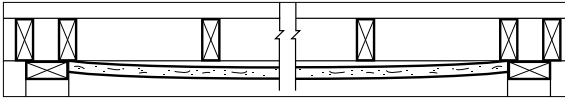

Fig. 14
**Causa:** El ajustar con demasiada presión un panel muy grande lo pandea y acumula esfuerzos que impiden que haga contacto con el bastidor (Fig. 14, página 384). Como resultado, luego de fijarlo, un alto porcentaje de los fijadores en los postes centrales probablemente perforarán el papel. Esto puede provocar también deformación en las juntas.